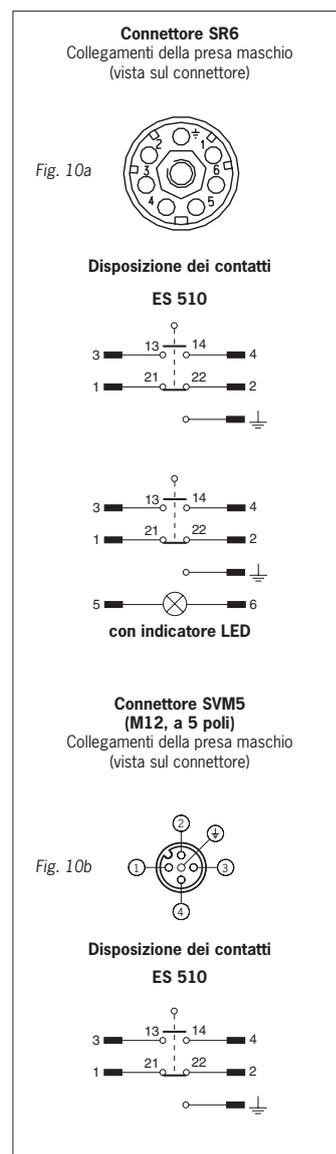

Fig. 10: Microinterruttori e collegamenti
- ▶ Per la disposizione dei contatti vedere Fig. 10.